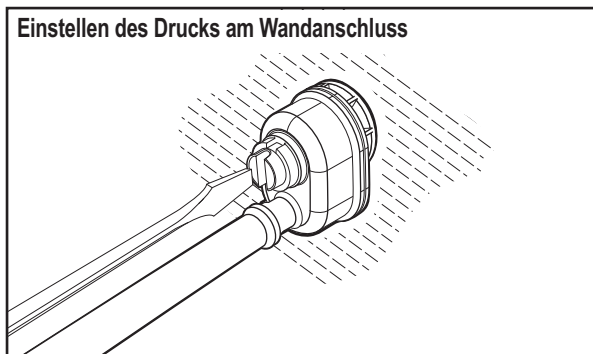

Abb. 2
1. Erst das Filtersystem der Pumpe, dann die Booster-Pumpe **EINSCHALTEN**. Den Druck auf dem am Reinigeranschluss angebrachten Installationsdruckmesser ablesen. Verwenden Sie einen flachen Schraubendreher, um den Drehknopf des Wandschnellanschlusses (s. Abb. 2) so einzustellen, dass als Druck 25 PSI (+/- 5 PSI) (1,7 Bar +/- 0,3 Bar) angezeigt werden.